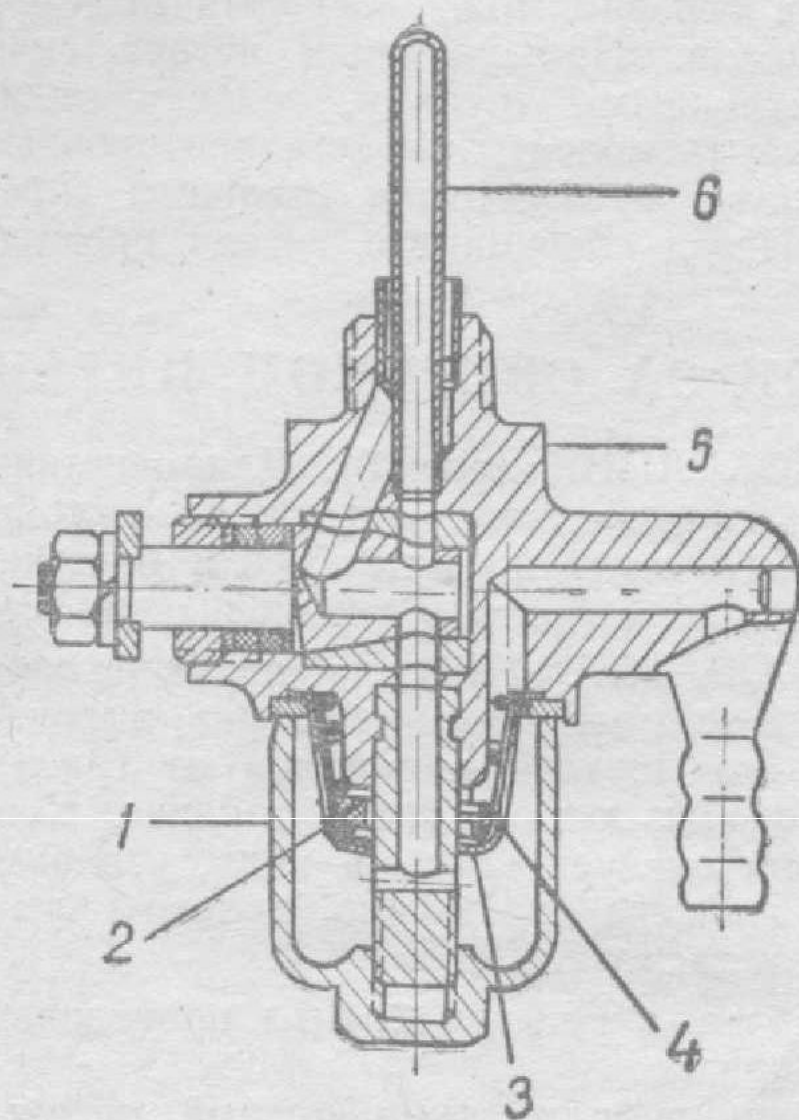

Рис. 8. БЕНЗОКРАНИК:
1. **БЕНЗОКРАНИК** (рис. 8). Для очистки отстойника закрыть бензокраник, отвернуть отстойник 1, извлечь из него сетку 2, решётку 3 и пружину 4. Промыть в бензине, собрать и установить на место.